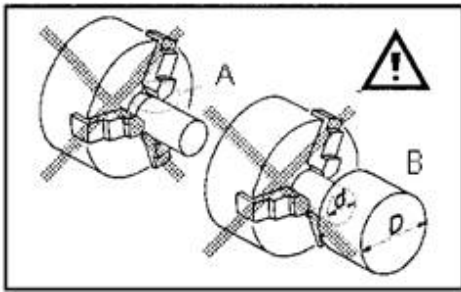

Fig 10
Eviter un serrage court (A, Fig 10) ou le serrage sur un petit diamètre (B).